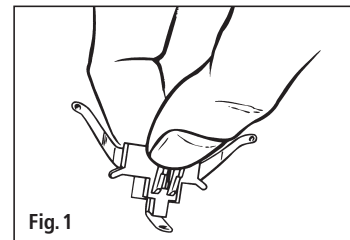

Fig. 1
1. Grip the wheel contact spring on the plastic part between thumb and forefinger. In doing so, press the plastic clips gently with the thumb (Fig. 1).
1. Prenez la pièce en plastique des contacts de roues au moyen du pouce et de l'index. Ecrasez légèrement les arrêts en plastique avec le pouce (Fig. 1).
1. Mit Daumen und Zeigefinger die Radkontakt-feder am Kunststoffteil greifen. Dabei die Kunststoffklammer mit dem Daumen leicht andrücken (Fig. 1).